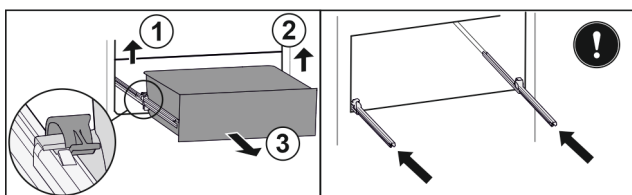

Fig. 145
- Soulever la bride gauche et tirer dans le même temps la partie gauche du tiroir vers l'avant. Fig. 145 (1)
- Soulever la bride droite et tirer dans le même temps la partie droite du tiroir vers l'avant. Fig. 145 (2)
- Retirer le tiroir par l'avant. Fig. 145 (3)